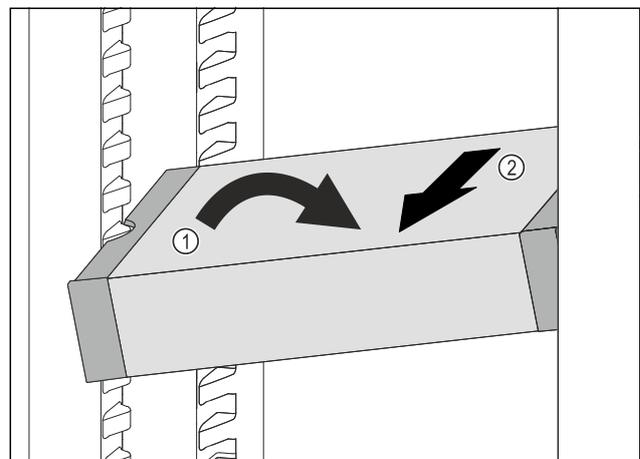

Fig. 47
- ▶ Incliner le VarioSafe dans la partie réfrigérateur. Fig. 47 (1)
- ▶ Sortir le tiroir VarioSafe par l'avant. Fig. 47 (2)